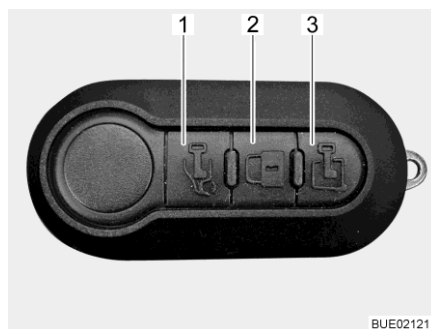

Fig. 50 Telecomando multifunzione (3 tasti)
- Sbloccaggio della porta conducente:** ■ Premere una volta brevemente il tasto  (Fig. 50,1). La porta conducente è sbloccata.
- Sbloccaggio della porta di ingresso:** ■ Premere una volta brevemente il tasto  (Fig. 50,3). La porta di ingresso è sbloccata.
Bloccaggio di tutte le porte: ■ Premere una volta brevemente il tasto  (Fig. 50,2). Tutte le porte sono bloccate.